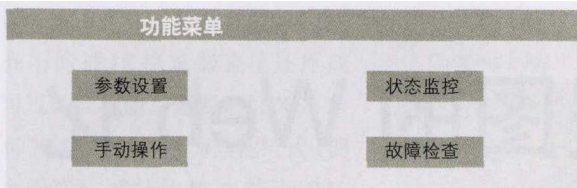

图2 功能菜单画面
(1) 功能菜单画面如图2所示。功能菜单包含了参数，状态监控，手动操作以及故障检查功能。